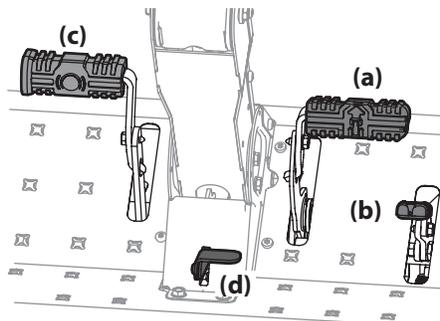

Figura 3-3
- Para conducir hacia ADELANTE, presione lentamente el pedal de marcha adelante (a) hasta alcanzar la velocidad deseada. Vea la Figura 3-3.
- Para que el tractor se detenga o ande más despacio, saque el pie del pedal de transmisión marcha adelante (a) o atrás (b). Para bloquear el freno de mano, oprima hacia adelante el pedal del freno (c), luego oprima la palanca de control (d) de cruceo/freno de mano y posteriormente suelte el pedal del freno. Vea la Figura 3-3.
NOTA: Los pedales de transmisión de marcha adelante (a) y atrás (b) no se deben usar cuando el freno está parcialmente activado. Vea la Figura 3-3. Cuando el freno está trabado, la correa de transmisión se desengancha, pero si el freno está solamente parcialmente hacia atrás, entonces los frenos se activan pero también se engancha la correa de transmisión, de manera que la misma se dañará si se empuja hacia adelante o hacia atrás.
- Para conducir marcha atrás, verifique que el área de atrás esté despejada. Luego presione lentamente hacia adelante el pedal de transmisión marcha atrás con la parte anterior de la planta del pie (NO con el talón) hasta alcanzar la velocidad deseada. Vea la Figura 3-3.